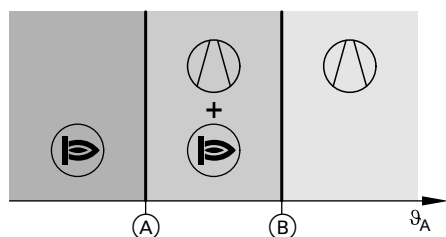
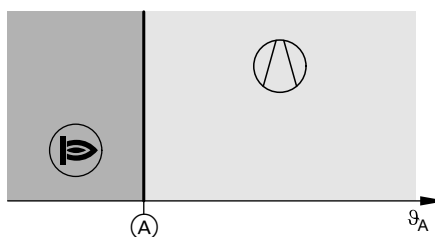

Fig. 26
Fig. 27
Votre installateur a préréglé les deux limites de température extérieure (A) et (B) : voir fig. 26 et fig. 27.